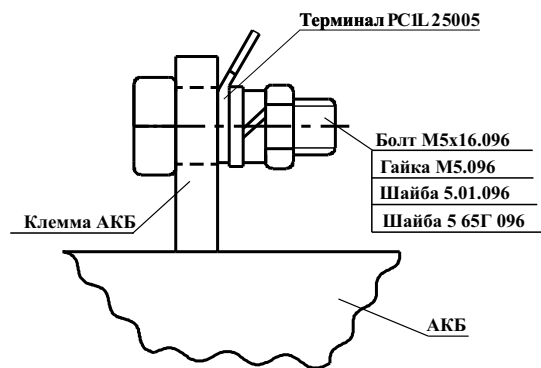

Рисунок 2
Подключение источника к АКБ 17 А·ч производится через терминал (см. рисунок 2), входящий в комплект поставки источника.
8.2 При отсутствии АКБ измерение напряжения на выводах для подключения АКБ (см. рисунок 2) является не корректным, его величина не регламентируется.